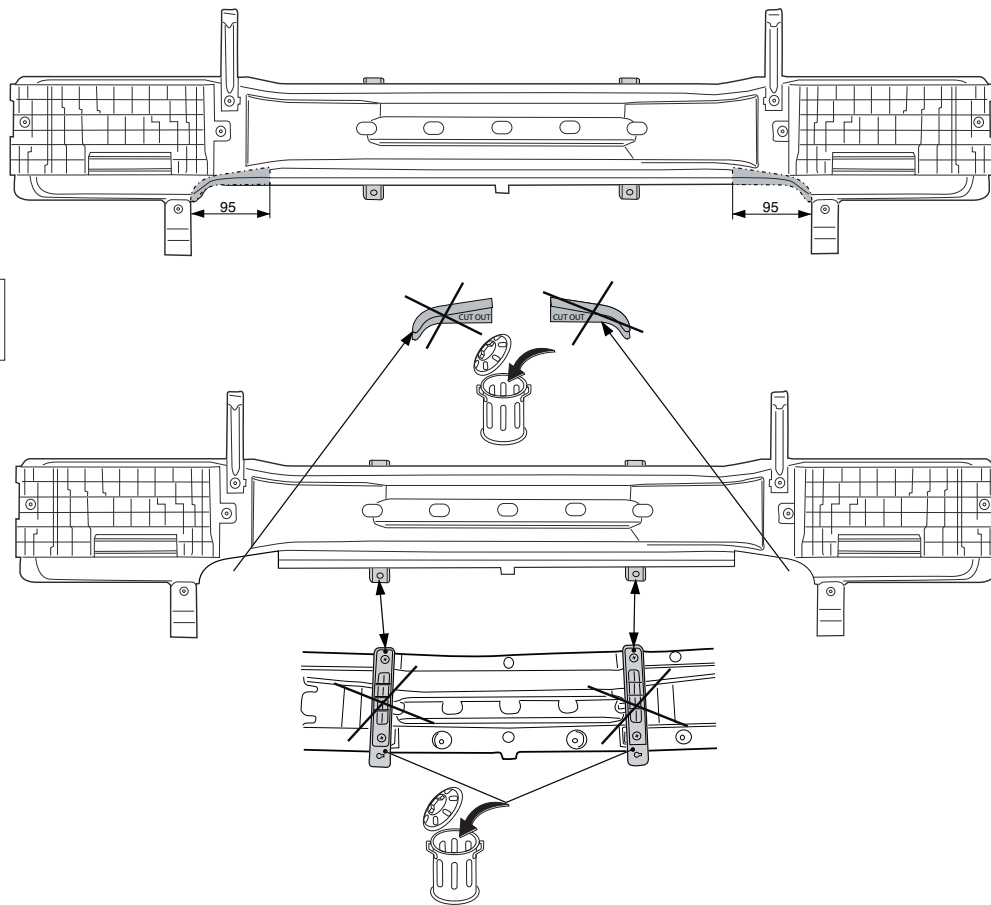

Fig.3
8. Вырезать указанные части из внутренней арматуры бампера, как указано на рис. 3.